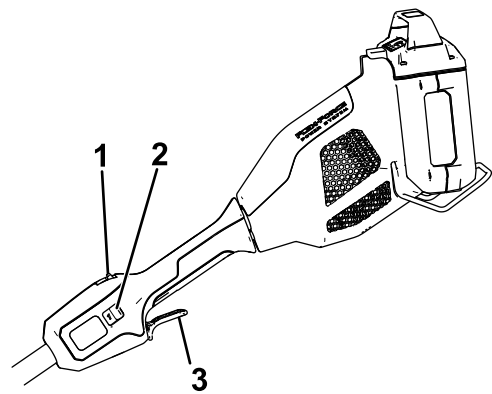

Figure 10
4. Pour mettre la débroussailleuse en marche, appuyez sur le bouton de verrouillage, puis serrez la gâchette de marche (Figure 10).